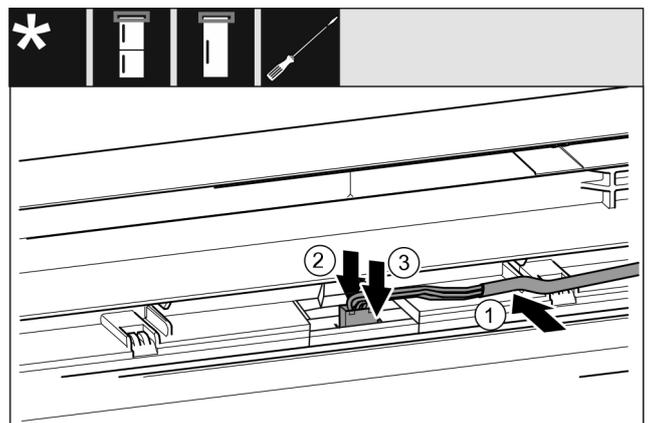

Fig. 32
- ▶ Graues Kabel in die Führung in der oberen Tür einlegen. *Fig. 32 (1)*
- ▶ Rastnase nach hinten drücken *Fig. 32 (2)*
- ▶ Stecker einrasten. *Fig. 32 (3)*